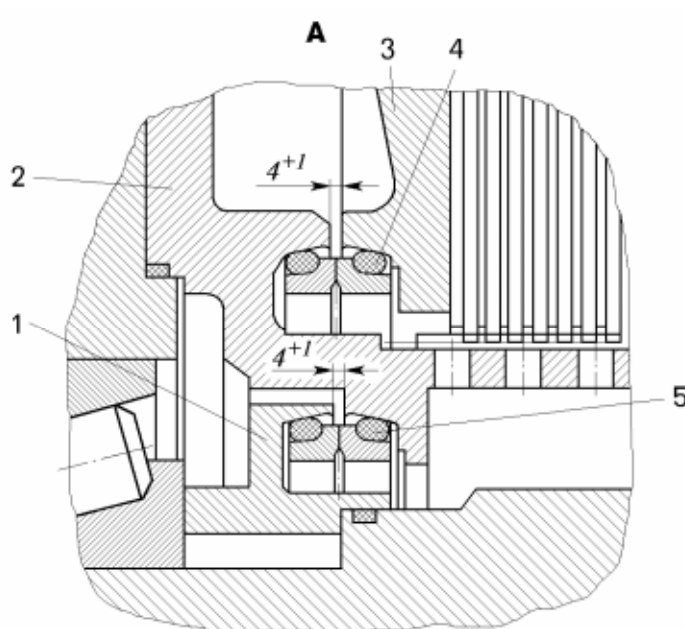

Рисунок 12.7 – Установка торцовых уплотнений в тормозном механизме задних колес (вид А смотри рисунок 12.3):
2) После разборки все детали, бывшие в употреблении, должны быть тщательно очищены от всех видов загрязнения, промыты негорючим растворителем и обдуть сжатым воздухом. Рабочие поверхности канавок для торцевых уплотнений в корпусных деталях внутреннего кольца 1 (рисунок 12.7), фланца 2, крышки 3 и конусные поверхности контактных металлических колец под установку эластичных “О” – колец должны быть без заусенцев, забоин и вмятин.